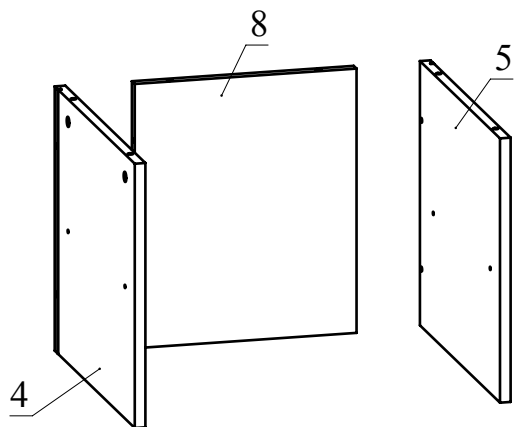

Рис.5
4. Соедините при помощи конфирматов детали 4, 5 с деталью 8 (Рис. 5).